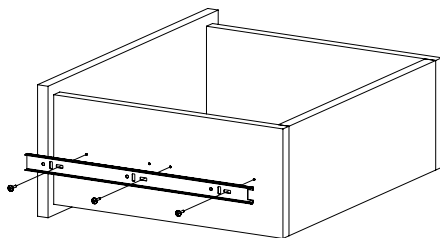

Рис.6
6. Прикрутите шурупами 3,5x16 половинки направляющих на детали 6, 7 (Рис. 6).